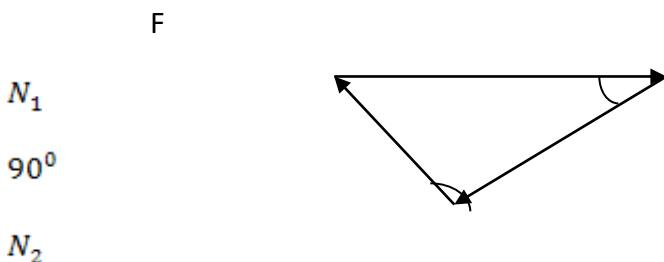

Рис. 3
**ПРОВЕРКА РЕШЕНИЯ:** Рисуем силовой многоугольник из сил  $N_1$ ,  $N_2$  и  $F$ . Построение выполняем в соответствующем выбранном масштабе, конец последнего должен совпасть с началом первого. (см. рис.3).